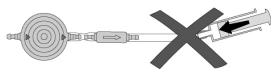

Fig. 19: Evitarea presurizării
- ▶ Presurizarea cu o seringă de unică folosință trebuie evitată atât la capătul proximal, cât și la cel distal (Fig. 19).